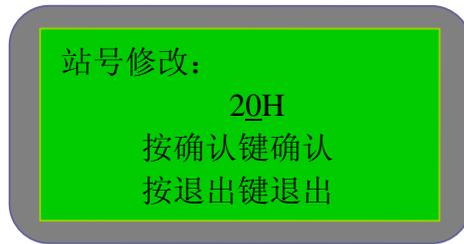

图 5-2-2
- 2) 站号修改: 在定值菜单中选择了“站号修改”进入站号修改界面, 如图 5-2-2, 可以改变站号, 确认后要求输入密码 8888。